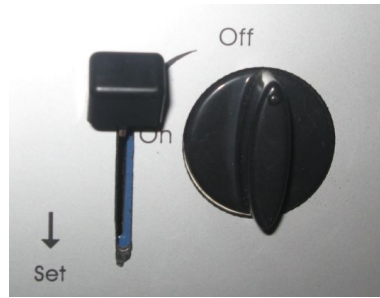

图 6
- 8、 试验结束：试验结束后，开启风扇排出废气和烟雾，关闭流量计，将向右旋转面板上的气体旋钮开关旋回到“OFF”的位置，将保险拉杆向上，关闭电源开关并清洁燃烧室（如图6）。